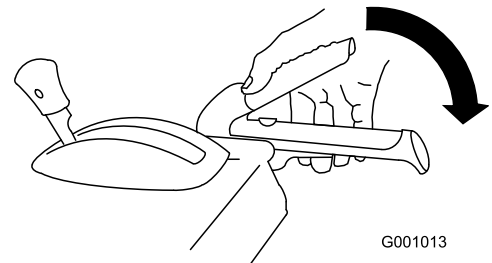

Figura 15
3. Para activar el cepillo, apriete lentamente la palanca derecha (cepillo) hacia la empuñadura (Figura 15).